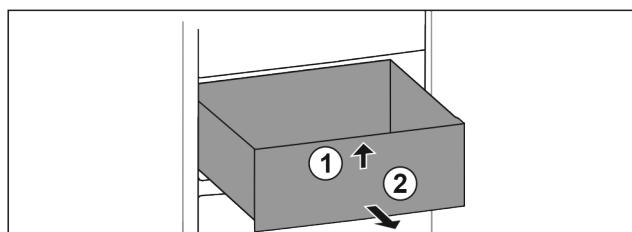

Fig. 71
- Приподнимите выдвижной ящик спереди. Fig. 71 (1)
- Извлеките выдвижной ящик движением вперед. Fig. 71 (2)